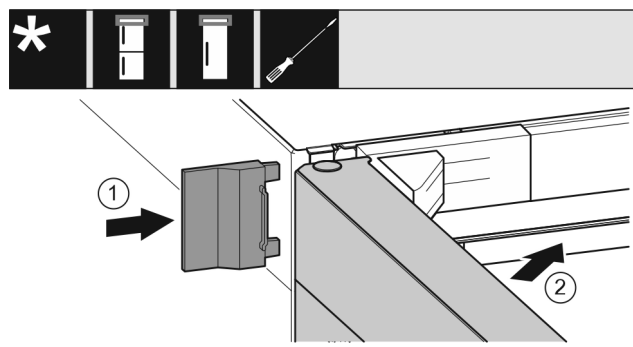

Fig. 29
- Shtyni kapakun mbulues të jashtëm Fig. 29 (1).
- Mbyllni derën lart Fig. 29 (2).